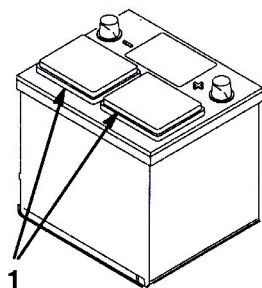

図 2
2. バッテリーの上部をきれいに洗浄し、通気キャップを外す (図2)。